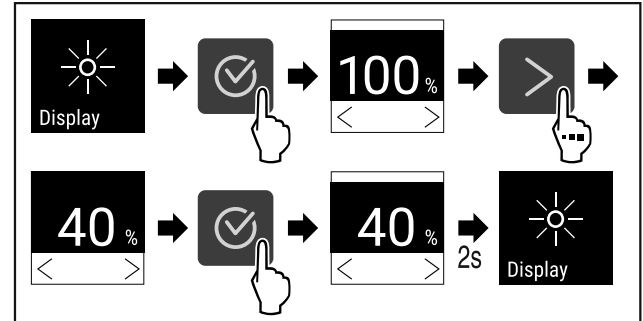

Fig. 101
- ▶ Изпълнете стъпките (виж Fig. 101).